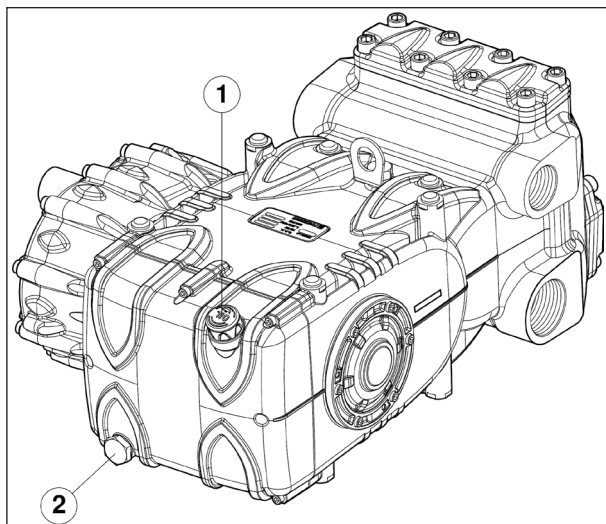

Fig. 3
Contrôler le niveau d'huile à l'aide de la jauge rep. ①, Fig. 3. Si nécessaire, faire l'appoint.
Le contrôle de niveau d'huile correct est effectué avec la pompe à la température ambiante, l'huile doit être vidangée avec la pompe à la température de fonctionnement en retirant le bouchon rep. ②, Fig. 3.